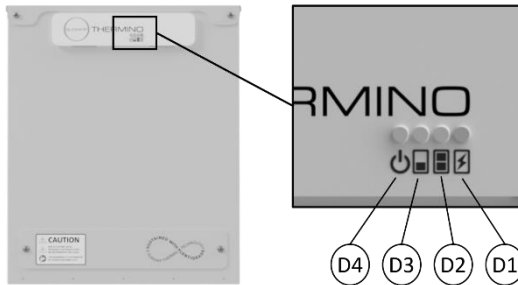

Abbildung 12 – Thermino xPlus Wärmebatterie, Funktion der LEDs
6. Überprüfen Sie an der Vorderseite der Wärmebatterie, ob die Power-LED leuchtet (siehe Abbildung 12 und Tabelle 9).
9. Falls vorhanden, drücken Sie die BOOST-Taste am Solarstrom-Umschaltregler, um mit dem Laden der Wärmebatterie zu beginnen. Der Betrieb der externen Wärmequelle im Warmwasserbetrieb wird unterbrochen und das Heizelement der Wärmebatterie wird eingeschaltet. Bitte beachten Sie, ob die LED „Heizelement“ leuchtet (siehe Abbildung 12 & Tabelle 9).